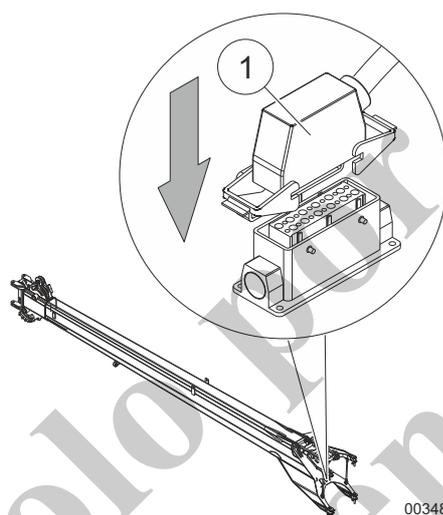

Fig. 197 Cable del interruptor limitador de elevación en la posición de estacionamiento
- 9 Retire el cable del interruptor limitador de elevación de la cabeza de la pluma de extremo e insértelo en el receptáculo (1, Fig. 197) de la pluma de extremo.